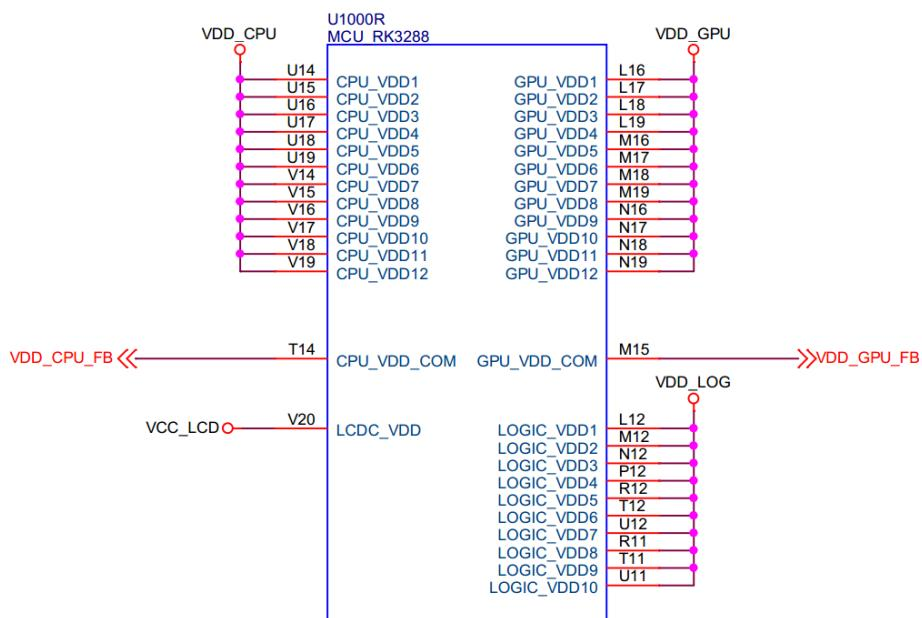

图14-8
- 设计时请确保LCDC_VDD供电正常，否则会出现显示异常的情况，如图14-8的pin V20；